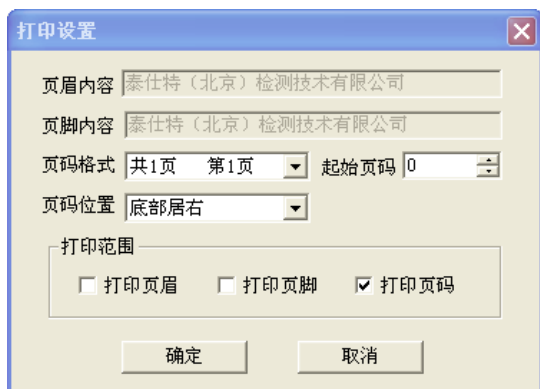

图 5-10
- 6、 打印设置：进行有关打印机的设置, 如图 5-10 所示, 其中各项参数均有自动记忆功能, 即初始化为上次打印设置相应的设置值。